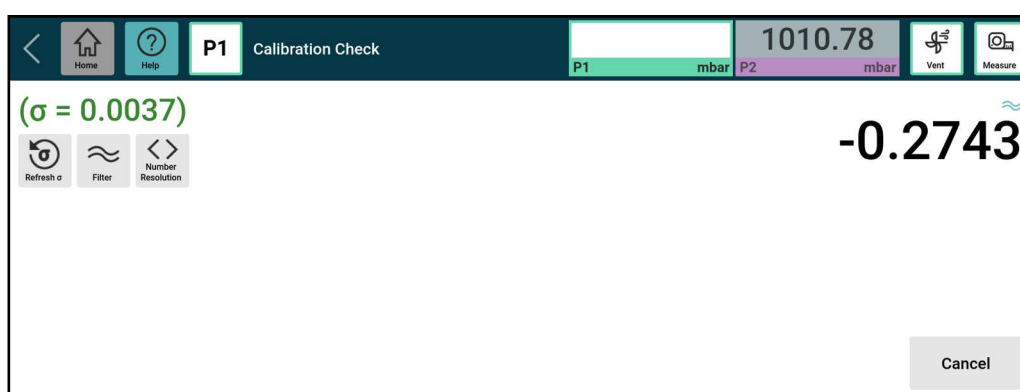

Figura A-9: Pantalla de comprobación de calibración
- **Comprobación** de calibración: abre la **pantalla de comprobación** de calibración. Vea la Figura A-9.
Figura A-9 Muestra la **pantalla de Comprobación** de Calibración que usas para comprobar (no calibrar) un sensor. Para encontrar esta pantalla, selecciona el **icono de Configuración**, luego **Calibración** e introduce el PIN de calibración, después selecciona **Corrección** del sensor y selecciona el sensor a calibrar. Por último, selecciona **Comprobación** de calibración.